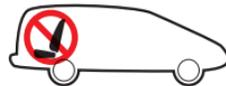

Figure 33
- Installez ce siège d'auto seulement sur les sièges du véhicule orientés vers l'avant. N'installez JAMAIS ce siège d'auto sur des sièges de véhicules orientés vers le côté ou l'arrière, tel qu'illustré dans la **Figure 33**.